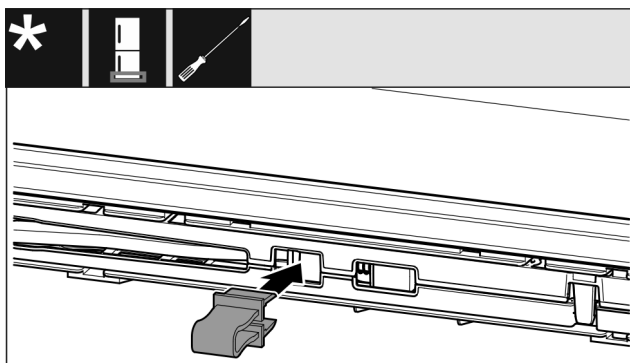

Fig. 15
- ▶ Sicherung in Öffnung einrasten. (siehe Fig. 15)